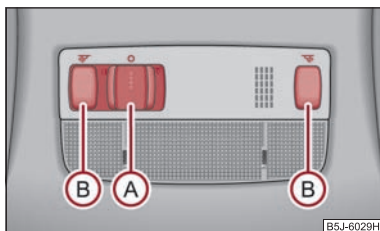

Fig. 41 Imagine din plafon: Iluminarea interioară față / spate
- Dacă apăsați întrerupătorul (A) spre dreapta, apare simbolul ☞ ⇒ fig. 41.
- Apăsați întrerupătorul (B) ⇒ fig. 41, pentru a aprinde sau stinge lumina de citit din dreapta, respectiv din stânga.